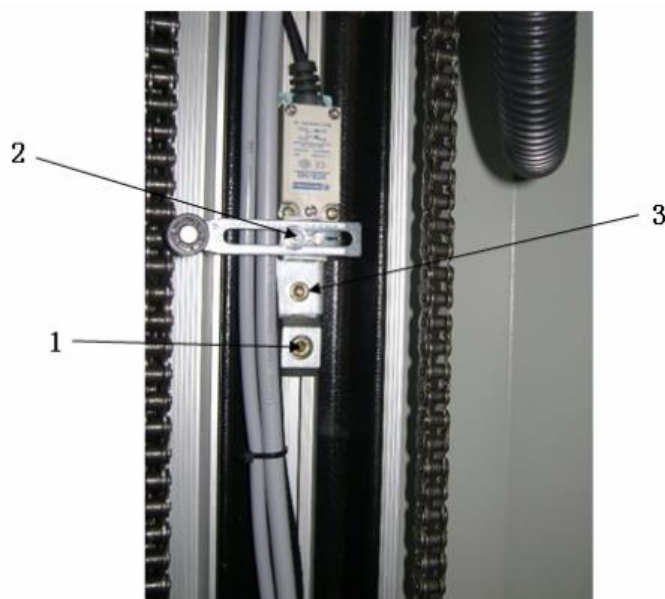

Рис. 3-2
- открутите винтовые гайки (рис. 3-2, Поз. 3);
- с помощью винта (Рис. 3-2, Поз. 2) можно отрегулировать левую и правую точку соприкосновения переключателя хода;
- винт (Рис. 3-2, Поз. 1) на ограничительном блоке используется для локализации при замене переключателя хода